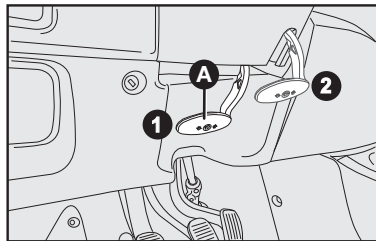

fig. 15
VOLANTE - fig. 15
- 1) deslocar a alavanca **A-fig. 15** para a posição **2-fig. 15**;
- 3) retornar a alavanca à posição **1-fig. 15** para travar o volante novamente.